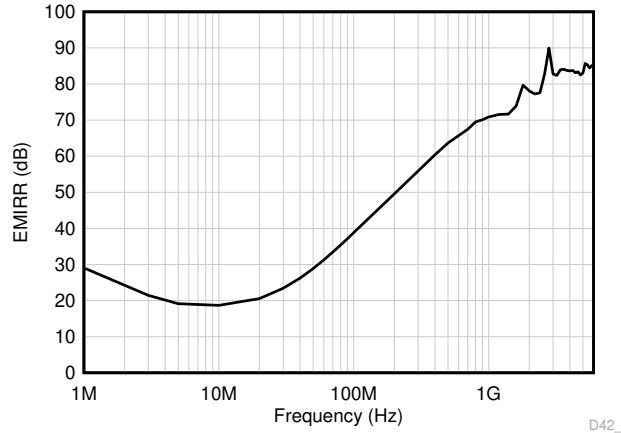

图 8-4. EMIRR 测试
TLV904x 采用集成电磁干扰 (EMI) 滤波来减少无线通信设备、混合使用模拟信号链和数字元件的高密度电路板等干扰源产生的 EMI 效应。通过电路设计技术可改进 EMI 抗扰度；TLV904x 受益于这些设计改进措施。德州仪器 (TI) 已经开发出在 10MHz 至 6GHz 宽频谱范围内准确测量和量化运算放大器抗扰度的功能。图 8-4 展示了对 TLV904x 执行此测试的结果。表 8-1 展示了 TLV904x 在实际应用中常见特定频率下的 EMIRR IN+ 值。运算放大器的 EMI 抑制比应用报告包含了与运算放大器相关的 EMIRR 性能主题，该报告可在 [www.ti.com](http://www.ti.com) 上下载。